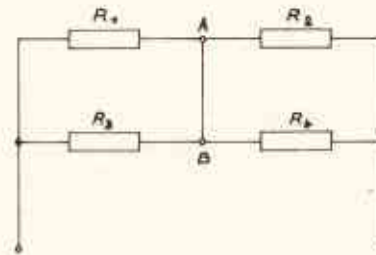

Abb. 2.13 – Schaltbild
2. Von nebenstehender Widerstandsgruppenschaltung (Abb. 2.13) betragen $R_1 = 100 \Omega$, $R_2 = 400 \Omega$ und $R_3 = 200 \Omega$. Die Spannung zwischen den Punkten A und B beträgt Null. Wie groß ist der Widerstand R_4 ?